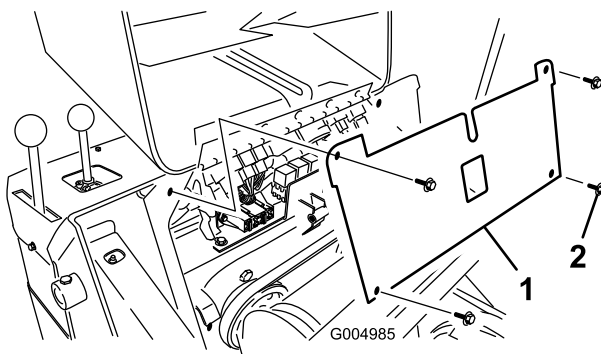

Figure 37
- Retirez les 4 vis de fixation du panneau de fusibles et tirez le panneau vers vous puis vers le haut pour le déposer (Figure 37).